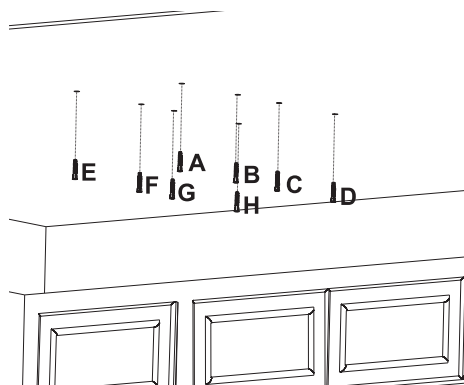

Abb. 6
1. Die  $\varnothing 10$ mm Plastikdübel an die Montagelöcher befestigen (Abb. 6).
Befestigen Sie die 5,5x 60 Schrauben an die Dübel an der Decke.(Abb. 6).